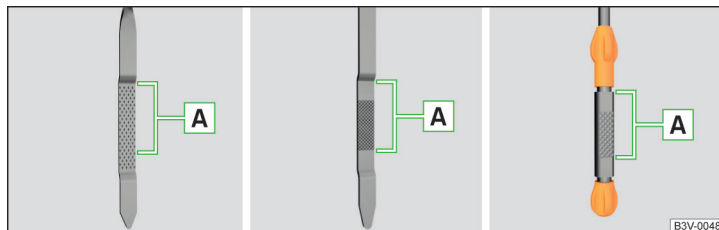

Fig. 318 Modelos de varillas del nivel de aceite
El nivel de aceite tiene que situarse en la zona **A** » fig. 318. Si el nivel de aceite se encuentra por debajo de la zona **A** se debe rellenar aceite.
- El nivel de aceite no debe estar nunca fuera de la zona **A** » fig. 318 - ¡De lo contrario existe riesgo de daños del motor, así como en el sistema de gases de escape!